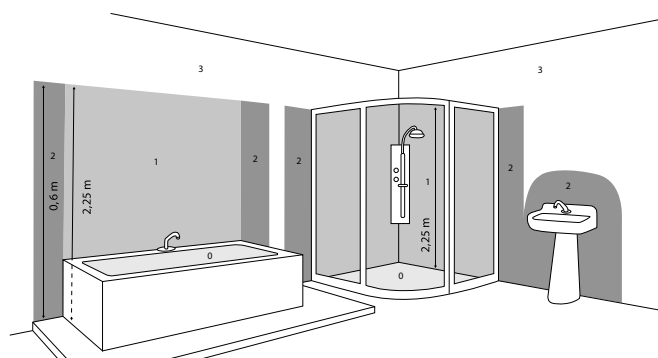

Abb. 2
- Das Gerät darf nicht in den Zonen 0, 1 und 2 installiert werden, siehe Abbildung 2.